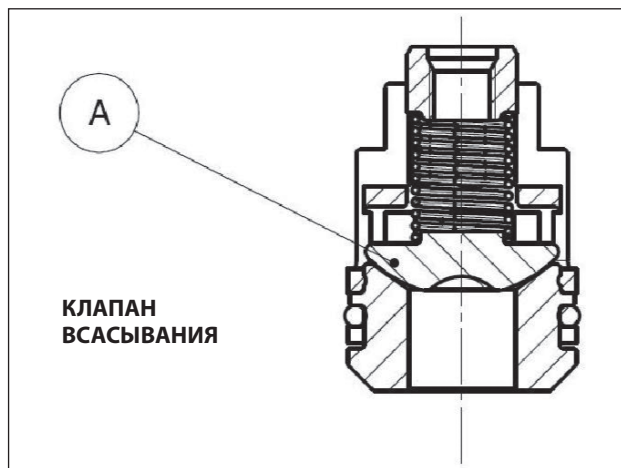
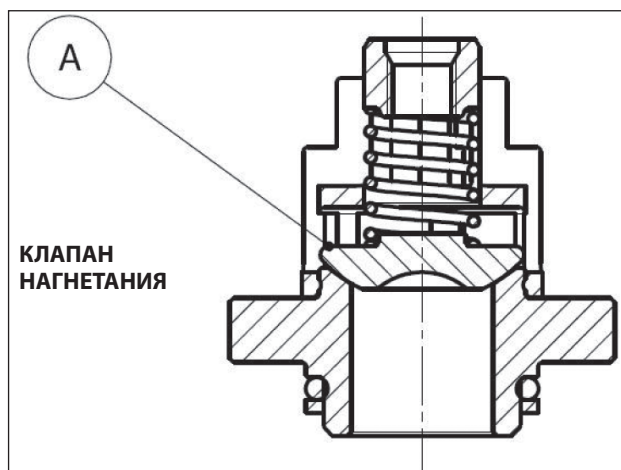

Рис. 26
Рис. 27
2. Кроме того, в моделях HS18 следите за тем, чтобы не перепутать местами шаровые клапаны всасывания и клапан нагнетания «А» (Рис. 26, Рис. 27), поз. на детализировочном чертеже 46, как указано в разделе 16 руководства по эксплуатации и техническому обслуживанию.